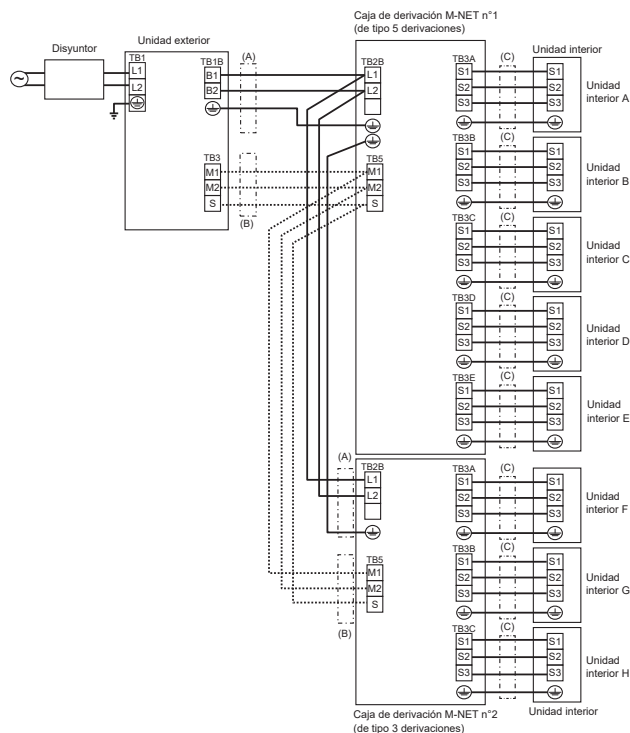

Fig. 8-9
- 4) Conecte firmemente cada cable al bloque de terminales pertinente. (Fig. 8-9)
8.4. Procedimiento de cableado exterior (Fig. 8-9)